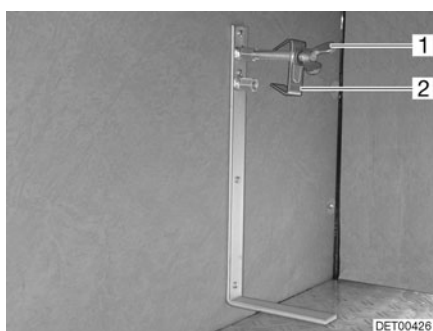

Fig. 197 Etrier de roue de secours
- Desserrer la vis (Fig. 197,1) et l'enlever avec le centrage (Fig. 197,2).